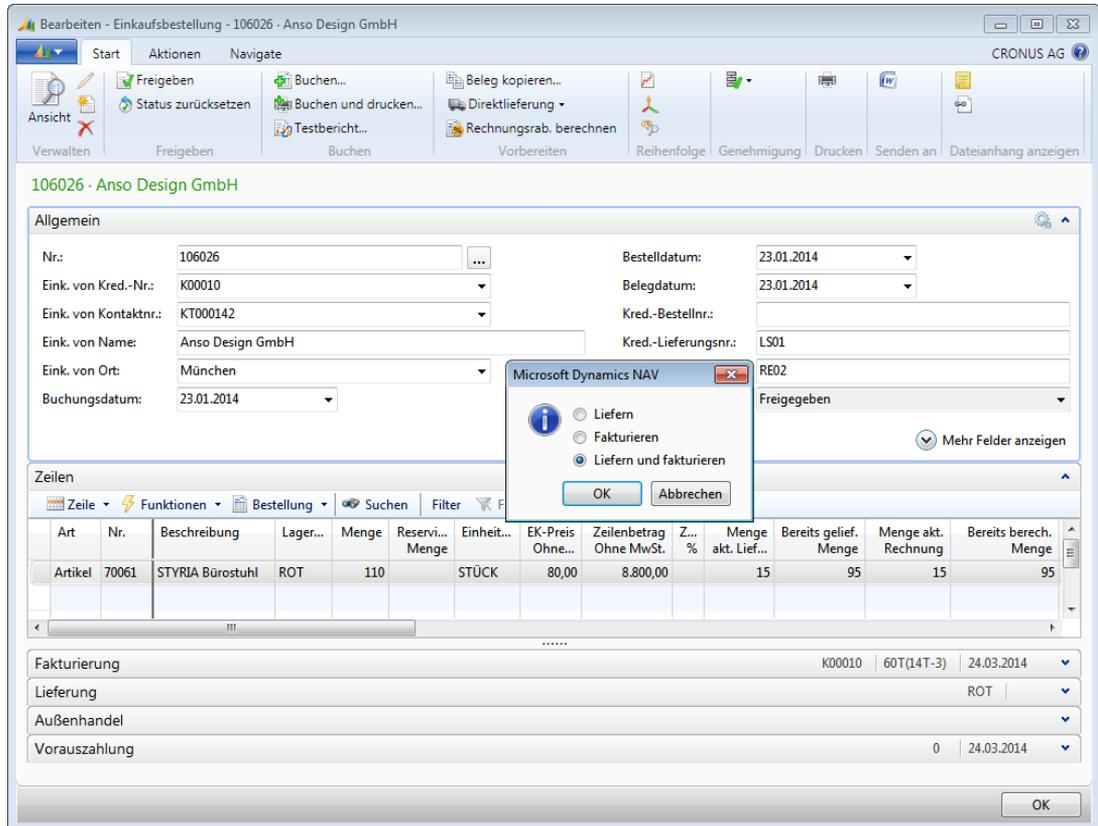

Abbildung 4.18 Gleichzeitiges Buchen von Einkaufslieferung und Rechnung
5. Im Dialogfeld zur Buchung wählen Sie die Option *Liefern und fakturieren* und bestätigen mit *OK*, um Lieferung und Rechnung gleichzeitig zu buchen (siehe Abbildung 4.18).